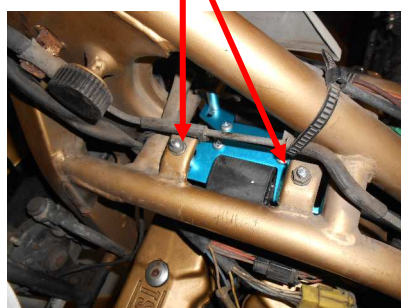

図2
- ② ガソリントankを外してノーマルコイルを外して下さい。
- ③ 8ページ「プラグコードコネクタ装着方法」に従ってプラグコードを SP II コイルに装着して下さい。プラグコード／キャップはリーク防止の為、新品又は良品を使用して下さい。
- ④ SP II イグニッションコイルをフレームなどに当たらないように位置を調整して取り付けして下さい。左側が #1 & #4 用、右側が #2 & #3 用コイルです。左右共 SP II シールが見えるよう装着してください (図2、3)。
- ⑤ SP II コイルの 1 次コネクタを配線の色に注意して接続して下さい。メインワイヤハーネスの橙／白 (電源) を SP II コイルの赤と接続して下さい。ワイヤハーネスの白 (#1 & #4 コイル用) を SP II コイル (1・4) の黄と接続して下さい。ワイヤハーネスの黒／黄 (#2 & #3 コイル用) を SP II コイル (2・3) の黄と接続して下さい。